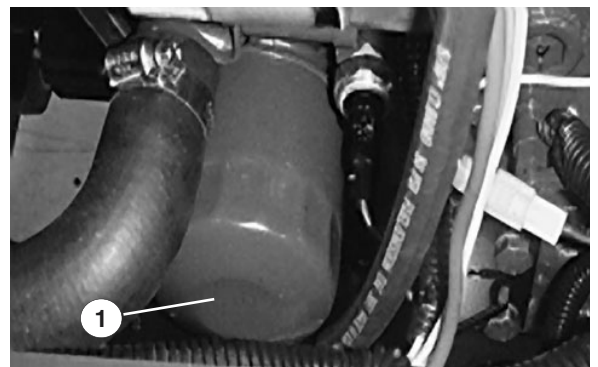

Figure 25
5. Déposez et remplacez le filtre à huile (Fig. 25).